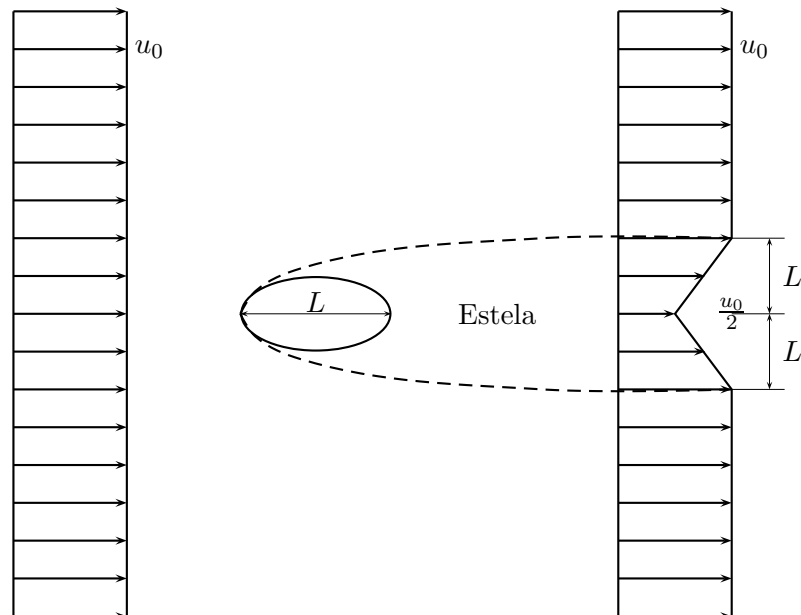

Figura 12: Problema 12
12. *Un cilindro de sección elíptica, de radio mayor $2L$, se encuentra inmerso en una túnel de “agua” generando una estela relativamente angosta aguas abajo. En las estaciones de medida 1 y 2 se determina que las presiones son aproximadamente iguales y que la rapidez en la estación 1 es u uniforme, mientras que en la estación 2 tiene un perfil como el que se presenta en la figura 12. Estima la fuerza que el líquido le aplica al cilindro (por unidad de longitud en la dirección perpendicular al plano mostrado).